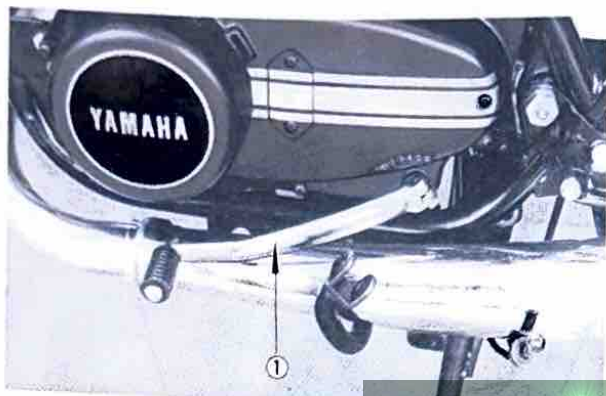

Fig. 37
29. Install the change pedal (1). (Fig. 37)